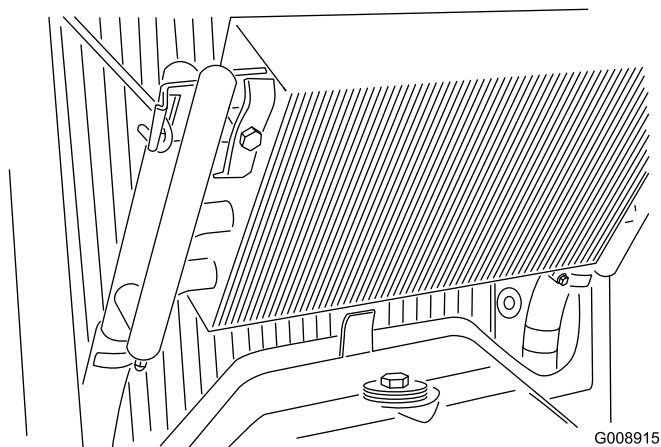

Figura 70
4. Destranque o refrigerador de óleo e articule a zona posterior (Figura 70).